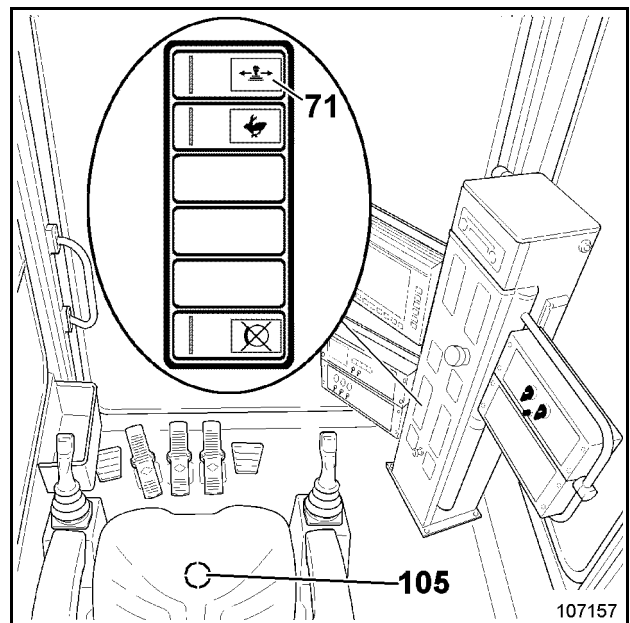

Fig. 2-124:
El mando electrónico de la excavadora se conectar y desconectar por el interruptor (71, Fig. 2-124:) y el interruptor (105).
- Activar el interruptor (71, Fig. 2-124:).